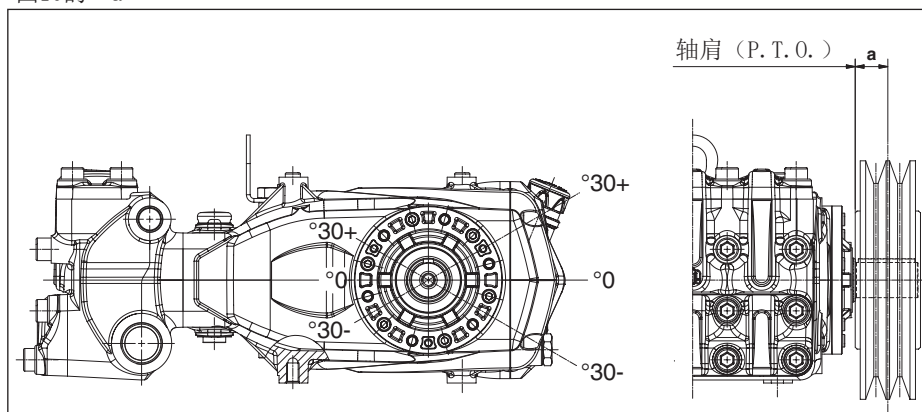

图10
泵轴上的径向载荷不能超过4500 N（布局定义所必须的数值）。只有该载荷作用在距离轴肩（P. T. O.）的一段最大长度 $a=50 \text{ mm}$ 时，传动才被视为适当，见图10。
- b) 使用高效能皮带-例如XPB而不是SPB-同样的功率传递, 使用的皮带数量会相对少, 继而相对轴肩(P. T. O.)的距离也会减少。图10的“a”
e) 按照图10指出的方向张紧皮带, 其他需求请联系**技术部**或**客户服务中心**。